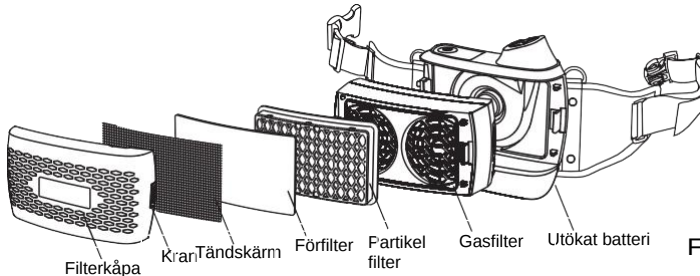

Fig.2b
- Installera partikelfiltret enligt fig. 2b.